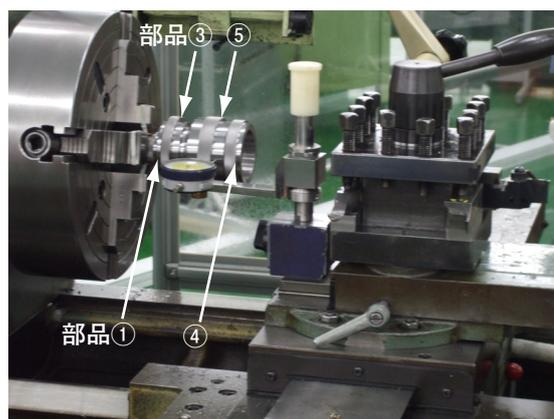

図17 偏芯出し風景
偏芯の難しさは、単にその部品だけを所定の寸法量を偏芯させるだけでなく、それぞれの偏芯角度を同期させなければならない。強いては組み立てや摺動に大きく影響する。必然的に、偏芯を加工する工程順が決まってくる。図17は、部品①の偏芯加工のため、部品③と④と⑤を組み付け、部品⑤の偏芯部分を基準に偏芯出しを行っている様子である。